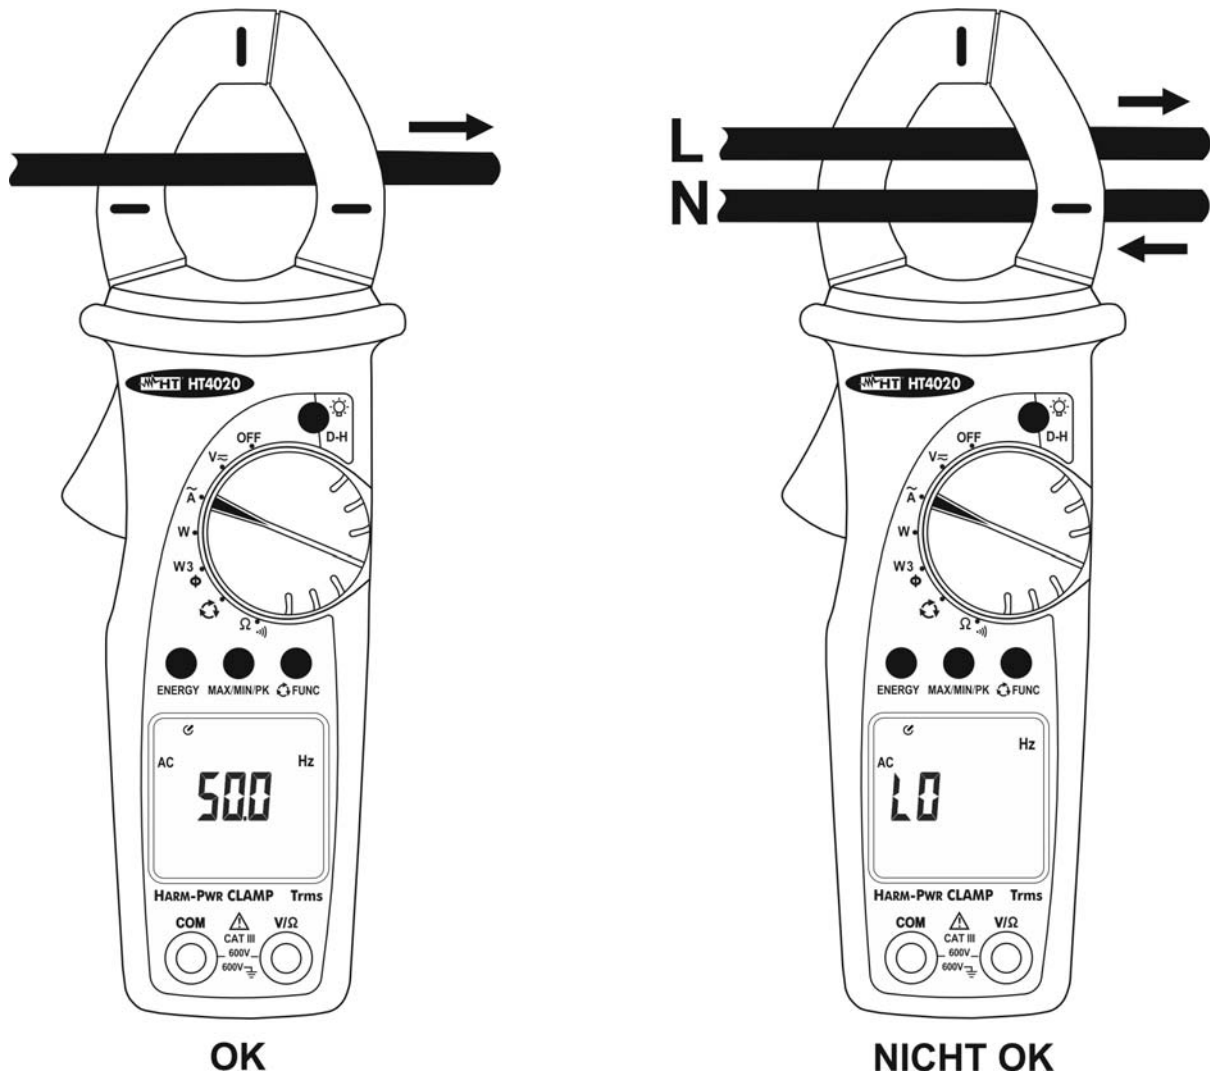

Abb. 9: Frequenzmessung mit der Zange
3. Öffnen Sie die Zangenbacken und umschließen Sie damit einen einzelnen Leiter. Achten Sie dabei auf die Ausrichtungsmarkierungen auf den Zangenbacken (siehe § 4.1.2 und Abb. 9). Der gemessene Frequenzwert wird im Hauptdisplay angezeigt
4. Wenn auf dem Display das "**O.L**" Symbol erscheint, ist der aktuelle Messwert zu hoch. Das Symbol "**LO**" wird bei falschem Anschluss des Gerätes (s. Abb. 9) oder für Messwerte unteren gezeigt, dass die minimale Reichweite